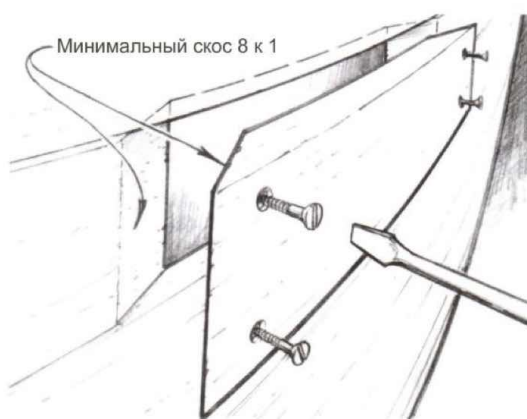

Рисунок 5-6 Замените секцию рейки с помощью соединения с фаской
3. Вырежьте деревянный брусок, по форме подходящий получившемуся отверстию в обшивке, с такими же скосами по краям (*Рисунок 5-6*). Сделайте этот брусок немного толще, чем оригинальные рейки обшивки. Излишки древесины снаружи и изнутри могут быть срезаны после того, как клей застынет.